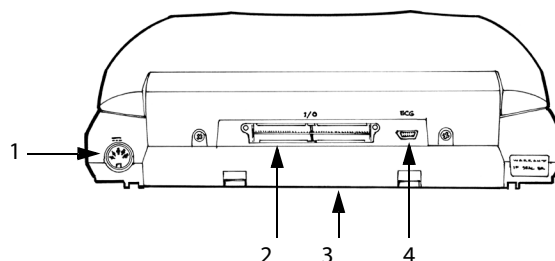

図 2 超音波診断装置 SonoSite TITAN の背面
- 2 超音波診断装置に装備されている 2 つのカード挿入部のうち手前の方にコンパクトフラッシュカードを挿入します。4 ページの図 2 を参照してください。